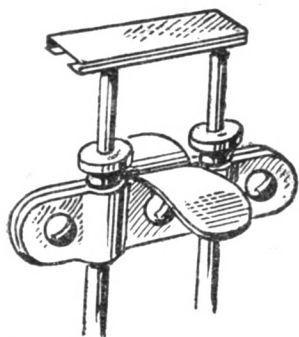

Рис. 7. Зажим для тросиков, выполненный из металла.
3. Металлический зажим для одновременной работы двумя тросиками подобен деревянному и показан на рис. 7, но несколько удобнее его.